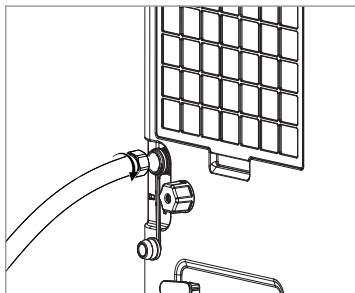

Bild 4
- ♦ Skruva fast en vattenslang på 3/4"-gängan på vattenutloppsöppningen ❷ som fungerar som en integrerad EU-vattenslangadapter (se bild 4).